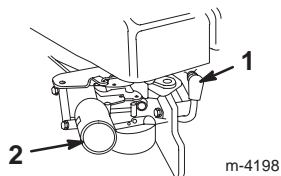

Bild 13
1. Stecken Sie den Zündkerzenstecker wieder auf die Zündkerze auf (Bild 13).
2. Drücken Sie die Starthilfe dreimal, wobei Sie zwischen jedem Drücken eine Sekunde verstreichen lassen sollten (Bild 13).